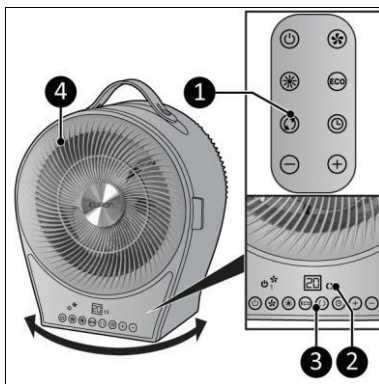

Figura 10
1. Apăsăți butonul mișcare de pe panoul de comandă (Figura 10, poz. 3) sau de pe telecomandă (Figura 10, poz. 1).
3. Dispozitivul (Figura 10, poz. 4) începe să se rotească de la stânga la dreapta, într-un unghi de 70°.